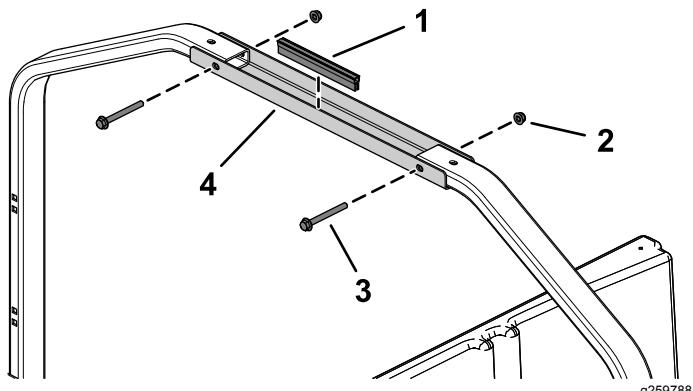

Figura 13
2. Fissate la staffa di montaggio del tubo sui tubi di montaggio posteriori utilizzando 2 bulloni a testa flangiata (5/16" x 3") e 2 dadi flangiati (5/16") come illustrato nella Figura 13.
3. Montate la guarnizione di contorno sulla staffa di montaggio del tubo (Figura 13).